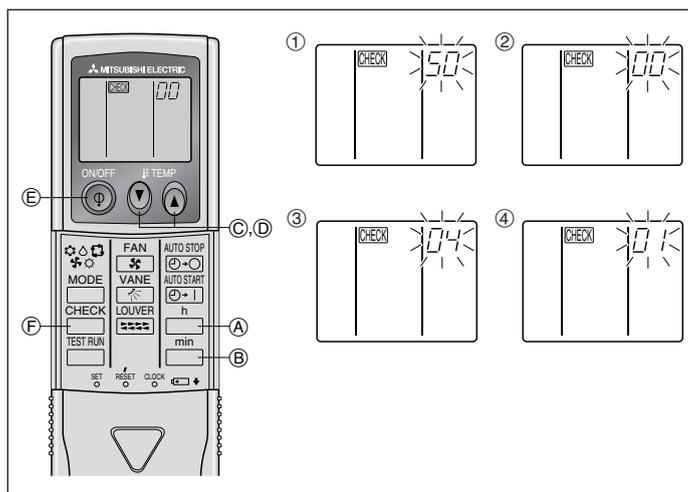

Fig. 6-9
- ⑧ Pulse el botón MODE ⑥ para que el modo y el número de configuración (I) y (II) estén continuamente activados y se pueda confirmar el contenido de la configuración.
- ⑨ Mantenga simultáneamente presionados los FILTER ① y TEST RUN ② durante dos segundos por lo menos. La pantalla de selección de funciones desaparecerá momentáneamente y aparecerá la visualización de desconexión (OFF) del acondicionador de aire.
2) Para controlador remoto inalámbrico (Fig. 6-9)
- ① Vaya al modo de selección de función.